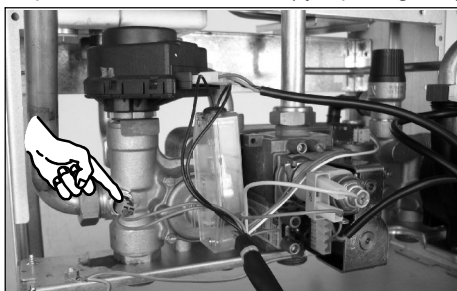

fig. 8.6
- 3 Desconectar eléctricamente la sonda de temperatura calefacción NTC; (ejemplos fig. 8.6)
- 5 Volver a conectar eléctricamente la sonda de temperatura calefacción NTC (ejemplos fig. 8.6).